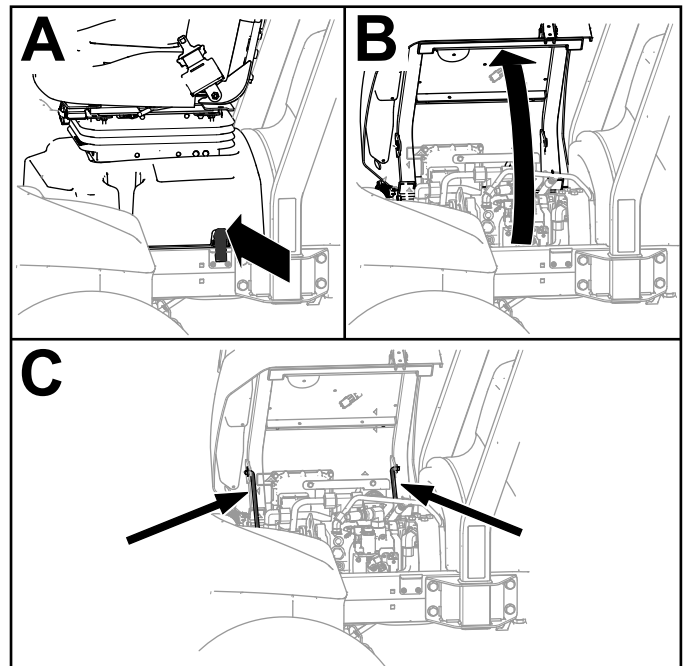

Figura 64
1. Desenganche la base del asiento (Figura 64, A).
2. Incline el asiento y la base (Figura 64, B).
3. Coloque las varillas de sujeción (Figura 64, C).